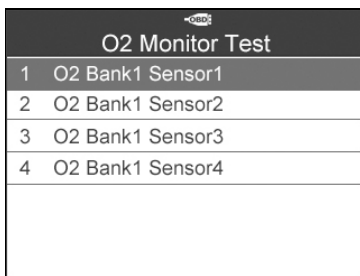

Рисунок 6.17
- 3) Используя кнопки прокрутки **вверх/вниз**, выберите датчик кислорода в меню **O2 Monitor Test [Проверка блока контроля кислорода]**, после чего нажмите кнопку **Y**. (См. рисунок 6.17)